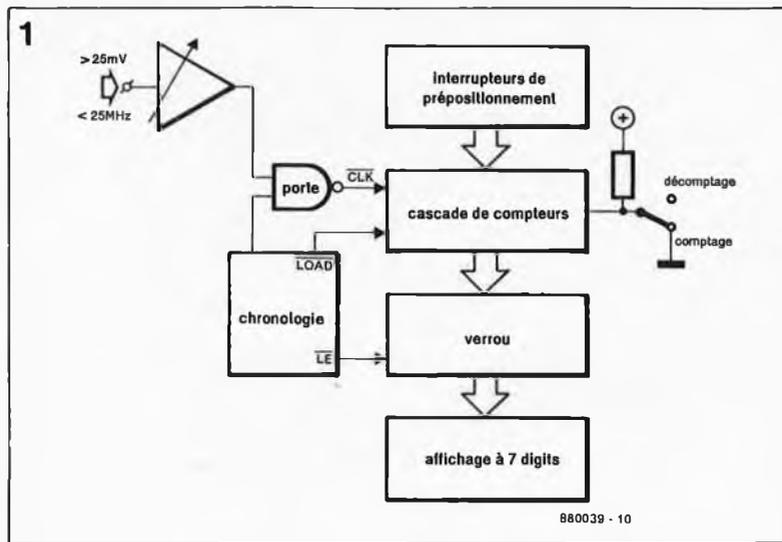

Figure 1. Synoptique du fréquencemètre.
Le synoptique de la **figure 1** montre les sous-ensembles constitutifs du fréquencemètre et ce faisant en évoque les possibilités. Le signal à mesurer est appliqué à un amplificateur à gain ajustable. Par l'intermédiaire de la base de temps (la "porte"), le signal mis en forme arrive au compteur/décompteur. La valeur de début de comptage est déterminée par la position des interrupteurs de programmation (*preset*). Le résultat final sera soit supérieur, soit inférieur à la valeur définie par les interrupteurs en question selon que le mode choisi, défini par la position d'un inverseur, est le comptage ou le décomptage. La nécessité d'obtenir un affichage stable de la fréquence explique la présence d'un verrou entre chaque compteur et chacun des affi-
faut dans ce cas que le compteur démarre à 900 000, nombre qui correspond à la fréquence intermédiaire (FI) du récepteur O.C. Contrairement à ce que l'on pourrait penser à première vue, nous n'avons pas oublié de zéro dans l'opération; le compteur compte en effet par pas de 10 Hz. Cette programmation se fait par l'intermédiaire des interrupteurs DIL prévus à cet effet sur le montage. Le sens de comptage (*up*) ou de décomptage (*down*) est fonction de la valeur (supérieure ou inférieure) de la fréquence du signal reçu par rapport à celle de la fréquence intermédiaire. Si le récepteur O.C. est calé sur la bande des 20 m, la FI est inférieure à la fréquence du signal reçu. Il faut de ce fait que le compteur se mette à **compter** à partir de 900 000 pour que la valeur affichée soit correcte ($9 + 5 \dots 5,5 = 14 \dots 14,4$ MHz). Si au contraire la fréquence reçue est inférieure à la fréquence intermédiaire, lorsque l'on se trouve sur la bande des 80 m, le compteur devra **décompter** à partir de 900 000 ($9 - 5 \dots 5,5 = 4 \dots 3,5$ MHz). Si l'on utilise pour S1 un inverseur tripolaire comme celui représenté en figure 1, et que l'on connecte sa connexion centrale à l'entrée comptage/décomptage, on obtient une commutation automatique du sens de comptage du fréquencemètre lors du passage d'une bande à l'autre.